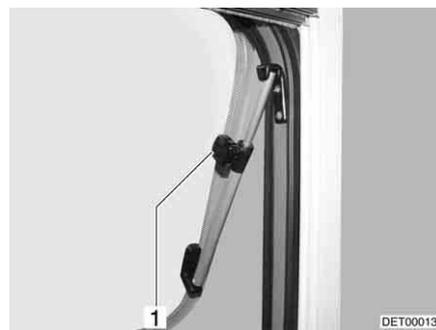

Bild 47 Ausstellfenster mit Dreh-Aus-
(Bild 47,1) feststellen.
- Rändelknopf (Bild 47,1) drehen, bis Arretierung freigegeben wird.